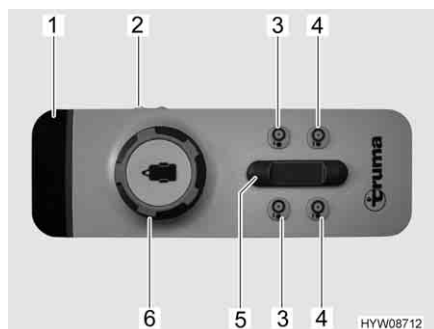

Fig. 13 Telecomando (sistema di manovra)
Il veicolo viene comandato tramite un pomello girevole e un regolatore a scorrimento posizionati sul telecomando (Fig. 13). La seguente tabella descrive la funzione dei singoli elementi di comando/indicazione:
- Spostare l'interruttore a scorrimento (Fig. 13,2) del telecomando su "ON". Il LED verde 4 (Fig. 13,1) lampeggia per circa 5 secondi, quindi rimane acceso. Il sistema di manovra è ora pronto all'uso.
- Su entrambi i lati, avvicinare i rulli di trasmissione alle ruote, premendo contemporaneamente i tasti di avvicinamento dei rulli di trasmissione alle ruote (Fig. 13,4) per circa 3 secondi.
- Spostare il veicolo nella posizione desiderata tramite il pomello girevole (Fig. 13,6) e il regolatore a scorrimento (Fig. 13,5). Il veicolo viene movimentato e frenato senza problemi.
- Sui due lati, ruotare i rulli di trasmissione retraendoli dai pneumatici. A tale scopo, premere i tasti per la retrazione dei rulli di trasmissione (Fig. 13,3) per circa 3 secondi.
- Spostare l'interruttore a scorrimento (Fig. 13,2) del telecomando su "OFF".